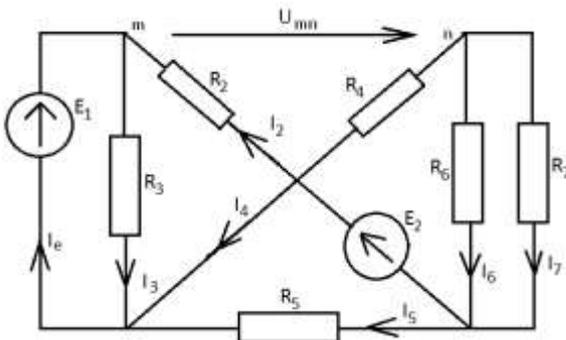

Рис. 170
1.5.3. Рассчитаем эквивалентную ЭДС генератора – рис. 170.